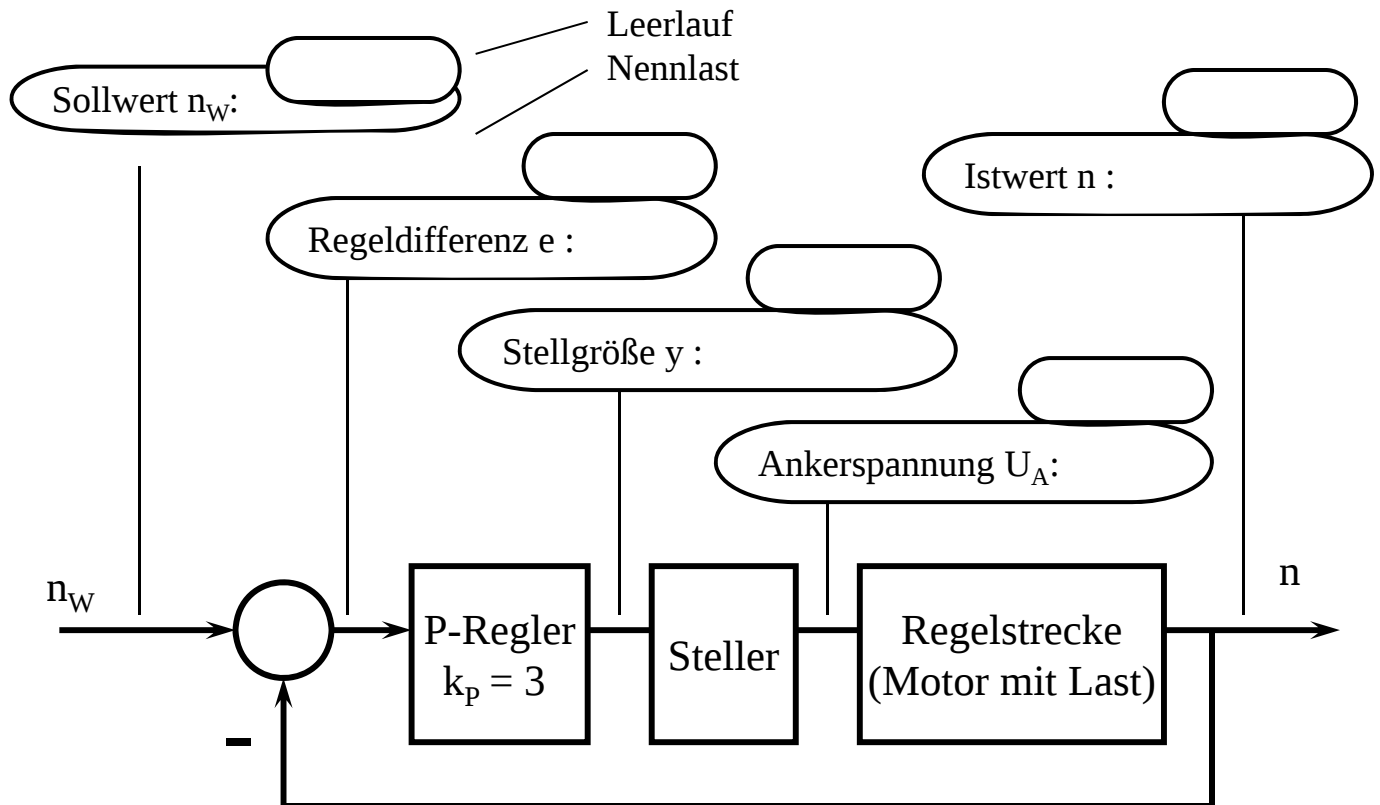

Bild 21: Analogrechner-Check
- Gleicher Aufbau wie Bild 21, drehzahl geregelter Motor mit P-Regler, $k_p = 1$, DC-Motor im Leerlauf;
- Gleicher Aufbau wie Bild 21, $k_p = 3$; DC-Motor Leerlauf, $n_L = 3000$ U/min